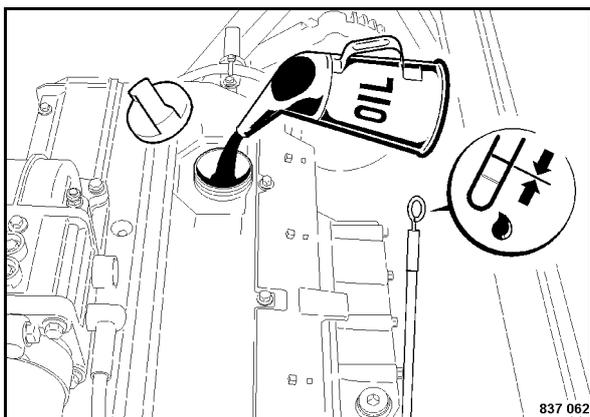

Fig. 156
- Rabboccare nuovo olio motore (Fig. 156).